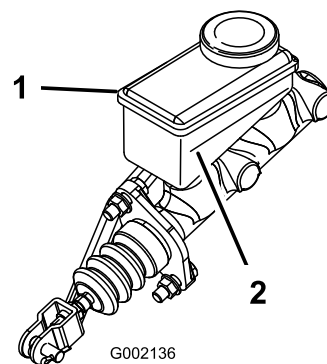

Figura 63
5. Osservate la linea del livello del fluido sul lato del serbatoio (Figura 63).
- B. Aggiungete il fluido dei freni DOT 3 al serbatoio, in modo che il livello del fluido sia superiore alla linea del minimo (Figura 63).